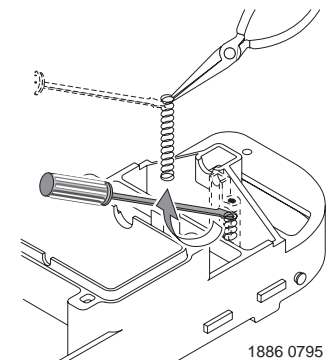

Figura 25
7. Con un destornillador pequeño (tal como un destornillador de joyero), un lápiz, o un bolígrafo, presione y quite el muelle en espiral del poste de montaje del cepillo de recogido (Figura 25). De ser necesario reemplace el cepillo y el muelle.